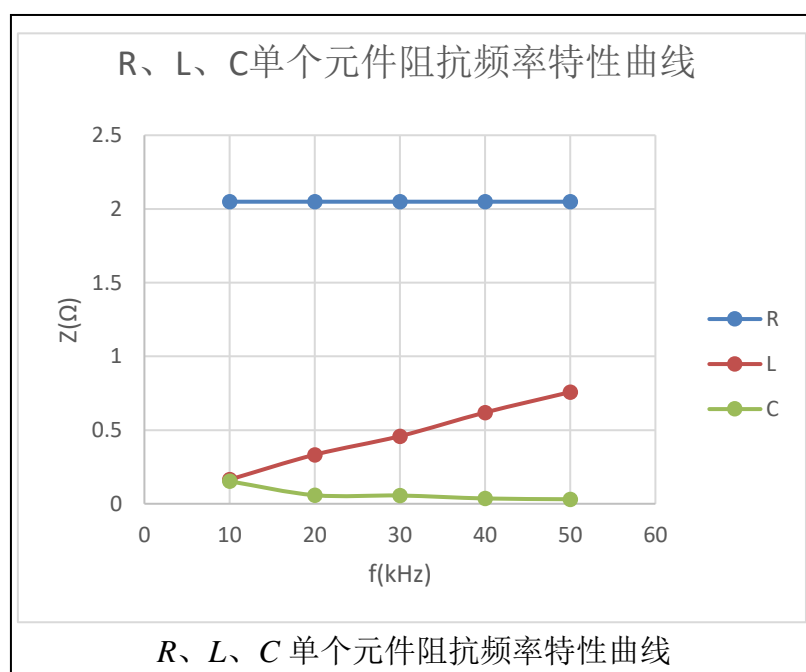

图 5.2
4) 在图 5.2 上绘制  $R$ 、 $L$ 、 $C$  单个元件阻抗频率特性曲线，**要求：**将三条曲线画在同一坐标轴中。